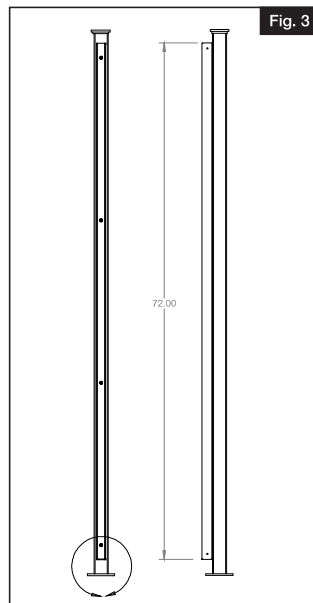

Fig. 3
En utilisant quatre vis à tête hexagonale (fournies), fixer la moulure au poteau (Fig. 3).
a. Insérer une vis dans la planche du haut en utilisant le trou sur la face de la moulure en U (Fig. 3).